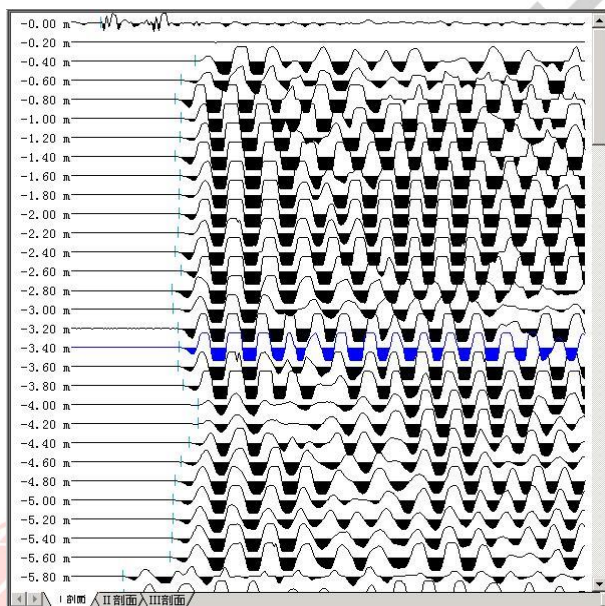

图 4.25 波形列表区
A) 波列窗口。用于显示当前检测面的波列及各个波形对应的深度。当鼠标在波列窗口中滑动时，经过某一波形时该波形颜色变成蓝色，且鼠标变成手形，表示此波形处于可选状态，此时如果单击鼠标左键，则该波形颜色变成红色，表示该波形被选中，同时该波形显示在单波分析窗口中并可以对该波形进行分析，通过选择窗口下面的标签，可以在不同的几个检测面之间切换(如图 4.25)。